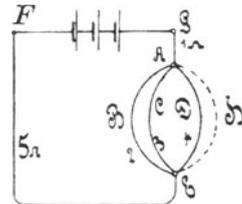

Fig. 13.
78. Gegeben sind 3 [5] (10) hintereinander geschaltete Elemente von je 1,1 [1,8] (1,47) V elektromotorischer Kraft und einem inneren Widerstand von 1,2 [0,24] (0,2) Ω . Die Widerstände des äußeren Kreises sind (Fig. 13) GA = 1 [2] (3) Ω , ABE = 2 [3] (2,5) Ω , ACE = 3 [4] (3,5) Ω , ADE = 4 [5] (6) Ω [AHE = 6 Ω] und EF = 5 [7] (0,6) Ω . Der Punkt G ist zur Erde abgeleitet, wodurch erreicht wird, daß das Potential in G Null ist.